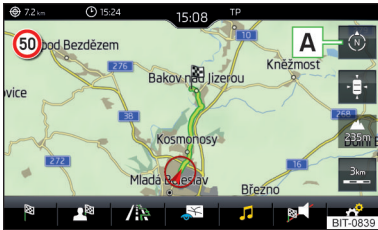

Abb. 221
► Zur **Änderung der Kartenausrichtung** im Hauptmenü *Navigation* die Funktionsfläche **A** » Abb. 221 antippen.